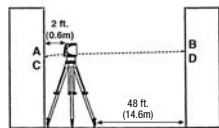

Fig 2
4. Mueva el instrumento y el trípode para que el láser se coloque aproximadamente a 2 pies de distancia de la pared 1 (vea la fig. 2). Nivele el trípode y coloque el instrumento en el trípode de frente a la pared 1. Encienda el láser y marque la intersección de los rayos como el punto C.